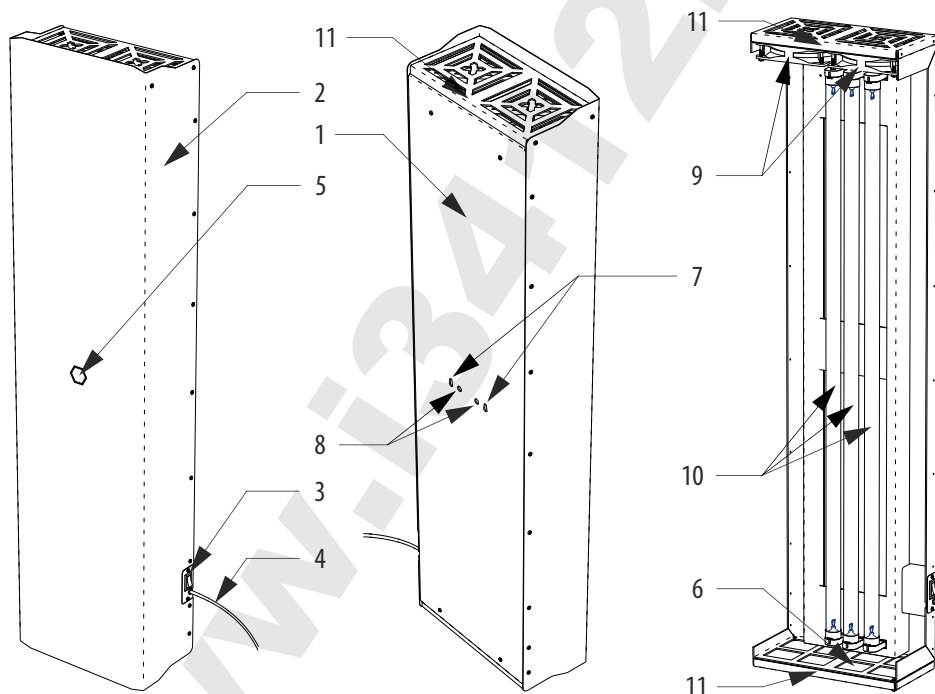

Рисунок 1. Общая конструкция очистителя воздуха ОВУ-05 / ОВУ-05Т .
- 6.3. Измерьте межцентровое расстояние между проушинами 7 (см. рис. 1). С помощью уровня и линейки (рулетки) разметьте на стене отверстия для монтажа. Выбирайте крепёж в соответствии с материалом стен: шурупы для деревянных стен или стен из древесных материалов; дюбеля с шурупами для бетонных, кирпичных или газосиликатных стен; специальный крепёж для стен из ГКЛ.